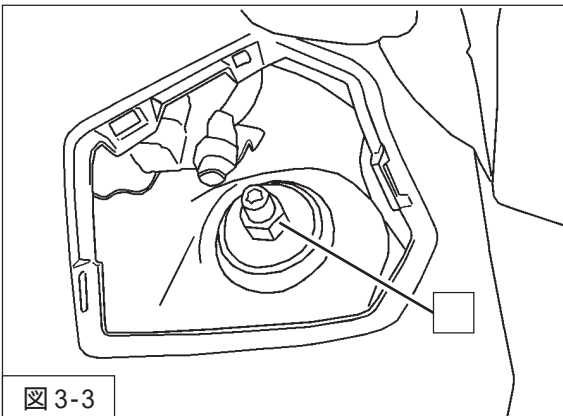

図3-3
4. ダンパーアッパー取付ナットを取外してください。(図3-3)